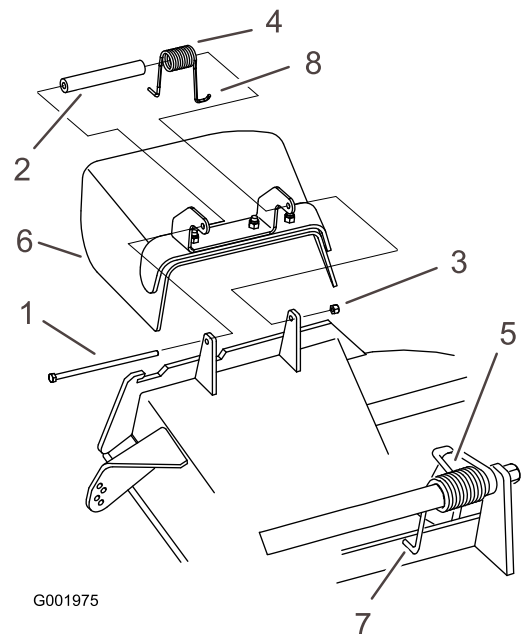

Figura 63
1. Retire la contratuerca, el perno, el muelle y el espaciador que sujetan el deflector a los soportes de pivote (Figura 63). Retire el deflector de hierba dañado o desgastado.
Nota: Asegúrese de colocar el extremo en **L** del muelle detrás del reborde de la plataforma antes de instalar el perno, según se muestra en la Figura 63.
3. Instale el perno y la tuerca. Coloque el extremo en **J** del muelle alrededor del deflector de hierba (Figura 63).